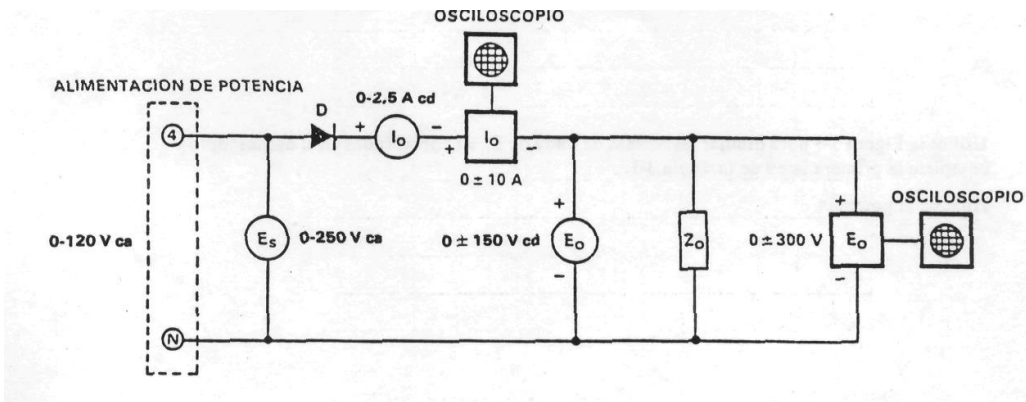

Figura 3-8. Circuito para varias formas de onda E_n , I_n .
3. Disponga el circuito de la Figura 3-8. Utilice una carga resistiva de 60 ohm para Z_0 .